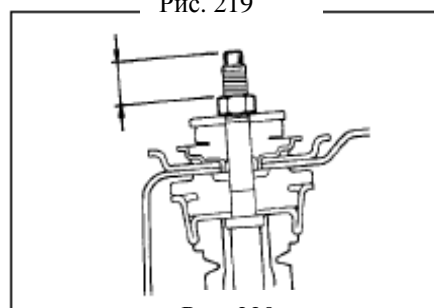

Рис. 220
- (1) Установите верхнюю опору амортизатора
- (2) Установите на автомобиль амортизатора, верхний кронштейн подвески и прокладку
- (3) После зажатия штока толкателя, установите нижнюю гайку и дайте возможность штоку толкателя подняться на 15-18 мм выше гайки (рис. 220)
- (4) Закрепите верхнюю гайку в соответствии с положением нижней гайки